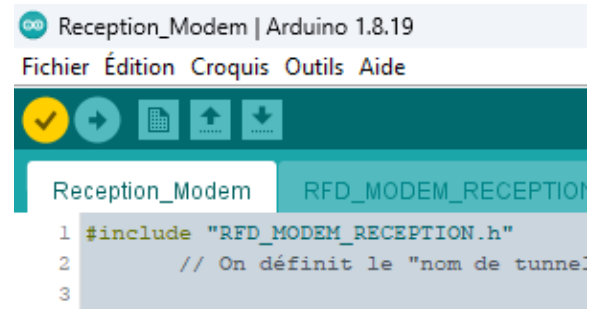

Figure 13: Bouton Vérifier Programme
**Lors de l'initialisation de l'Arduino Uno (PC), le système MicroMéga (Arduino MEGA) doit être désalimenté.**
- Vérifier le programme (bouton valider)(fig 13) :